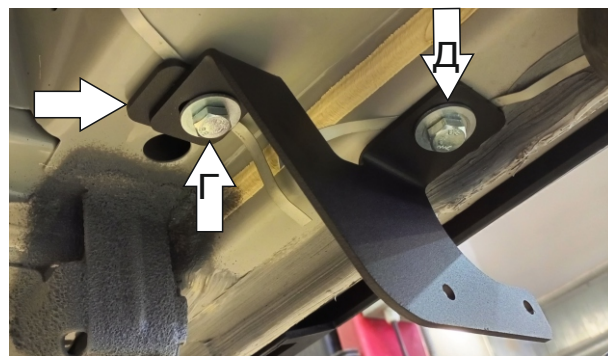

Рис. 5
- 5.Установить задний кронштейн к установленным гайкам закладным через Проставку** используя болт M10x30 с шайбой 10 и шайбой 10 гр. (Г), и болт M10x30 с шайбой 10 и шайбой 10 гр. (Д).(Рис. 5).